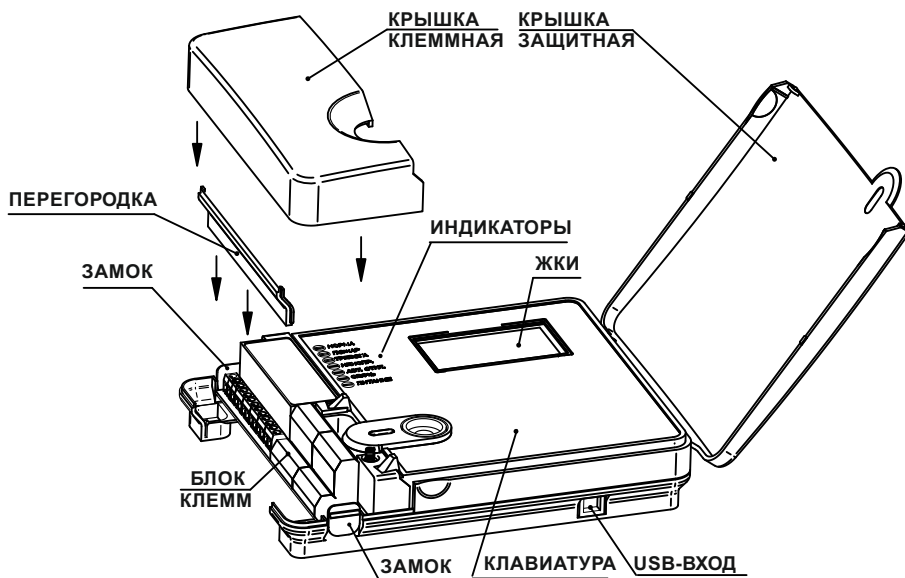

Рисунок 10
- обеспечить доступ к клеммным соединителям прибора, для чего необходимо (рисунок 10):